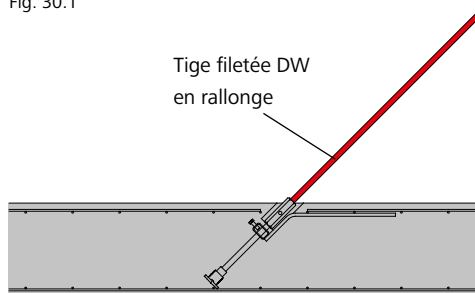

Fig. 30.3
Étape 3 : visser la tige filetée DW (faisant office de rallonge) sur l'écrou de liaison. Celle-ci peut alors être utilisée pour l'ancrage de la ferme de boutonage (Fig. 30.3 à 30.4). Pour connaître la longueur minimum de la tige filetée utilisée en rallonge, veuillez consulter le Tab. 30.6.